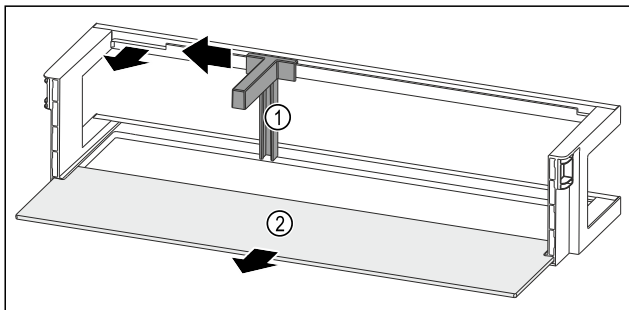

Fig. 134 Дверная полка с держателем для бутылок и съемной полкой
- ▶ Сместите держатель для бутылок Fig. 134 (1) до выемки в сторону.
- ▶ Извлеките держатель для бутылок Fig. 134 (1).
- ▶ Извлеките съемную полку Fig. 134 (2).